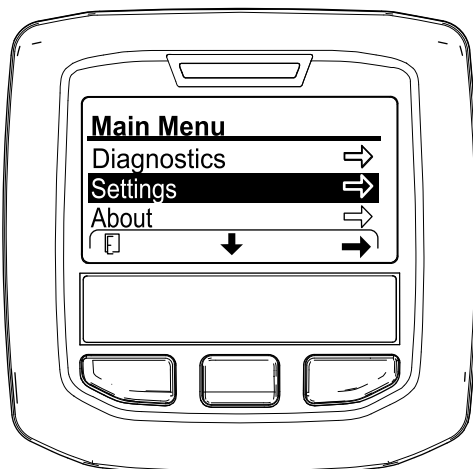

Figura 122
2. În InfoCenter, navigai la MENIUL PRINCIPAL (Figura 122).